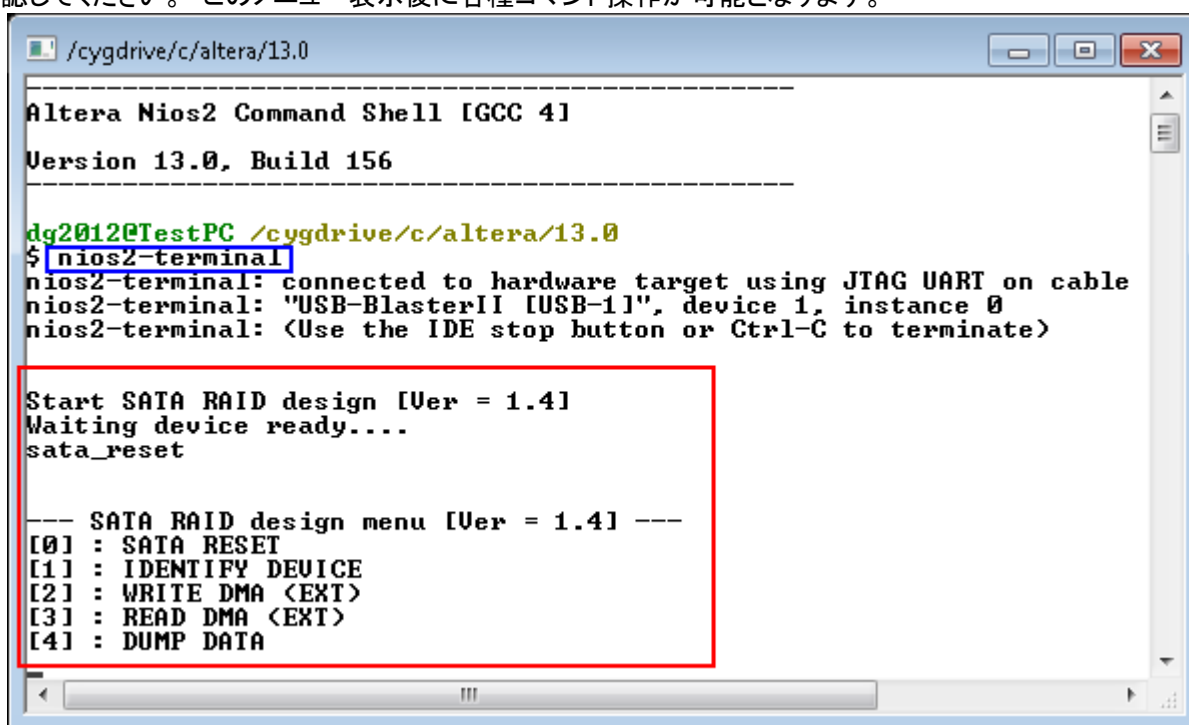

図 5: コンフィグレーション後の正常な LED 点灯状態
- コンフィグレーション完了後 ArriaV GX ボードの LED にて下図 5 のように LED0-3,D16-19 の計 8 個の LED が点灯していることを確認します。LED0-3 および D13-19 はそれぞれ表 1 のような意味を持ちます。